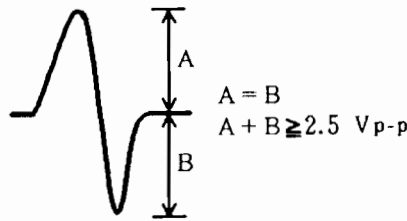

Figura 8
3. Contemplando la pantalla del osciloscopio, presione la tecla OUTPUT y observe durante un momento la forma de onda de la figura 8. Verifique si la amplitud es de 2,5V_{p-p} por lo menos y si la amplitud de las partes positiva y negativa son iguales. Como la forma de onda solamente sale durante un momento cuando se presiona la tecla OUTPUT, presione una y otra vez esta tecla hasta que logre comprobar la forma de onda.